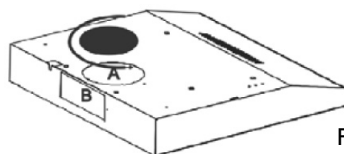
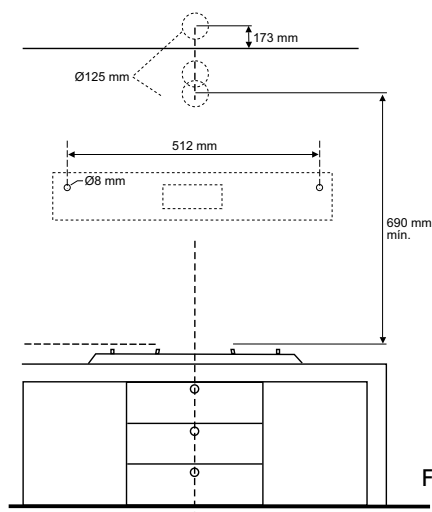

Fig. 5
Fig. 6
Seleccione el tipo que mejor se adapte a sus necesidades y proceda a montar la campana (Fig. 5) en la abertura.
Seleccione la versión que mejor se adapte a sus necesidades y proceda a instalar la tapa (Fig. 5) en la abertura de la campana.
Perfore el agujero en la pared para la salida de aire (125 mm de diámetro) refiriéndose a la Fig. 6 donde se indican las medidas para las distintas posibilidades.
Fije la campana contra un muro: Si decide utilizar la abertura superior (A) (Fig. 5) para la salida de aire a través de un gabinete de la cocina, realice antes un orificio de 125 mm de diámetro en el gabinete (Fig. 6). En cualquier caso, compruebe la posición de la toma de corriente y considere la ruta por dónde pasará el cordón eléctrico de alimentación, ya que podría ser necesario hacer un agujero en el gabinete para acomodarlo.